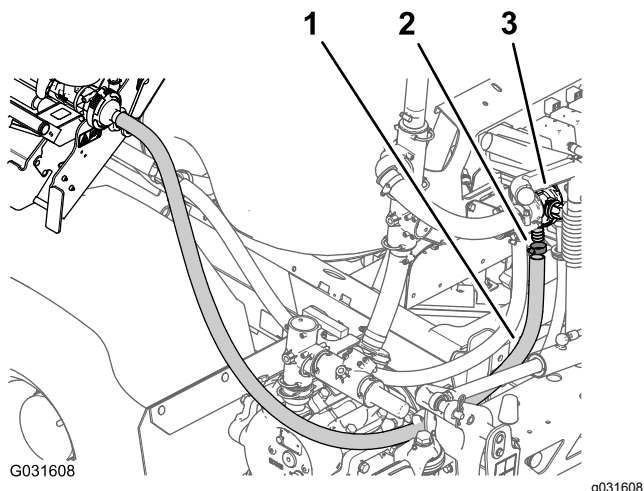

图 36
7. 取下将清洁加药器供液软管固定至清洁加药器控制阀宝塔形接头的软管夹图 36。
8. 从清洁加药器控制阀取下软管图 36。